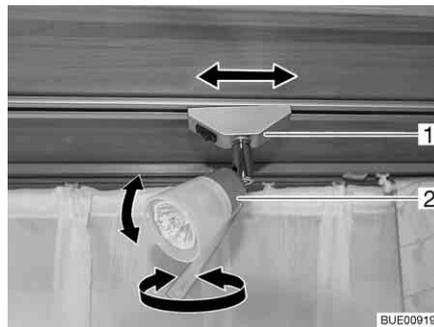

Fig. 50 Foco
**Girar:** ■ Cogér la carcasa (Fig. 50,2) y girarla.
**Desplazar:** ■ Agarrar el soporte (Fig. 50,1) y girarlo aprox. 45°.
**Retirar:** ■ Agarrar el soporte (Fig. 50,1) y girarlo 90°.